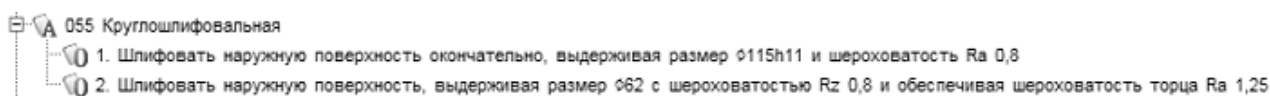

Рисунок 18
1) Добавьте в ТП операцию 055 Круглошлифовальная с переходами (рис. 18). Все размеры импортируйте с чертежа детали.